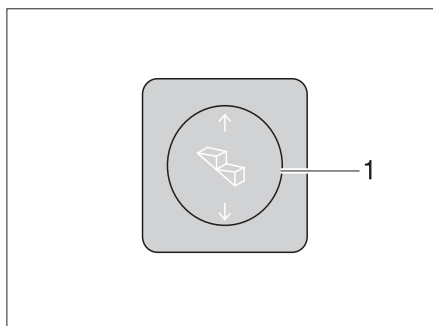

Fig. 1 Interruttore di comando scalino di ingresso
- Premere in basso l'interruttore a bilico (Fig. 1,1) fino a che lo scalino di ingresso è stato completamente estratto.
- Premere in alto l'interruttore a bilico (Fig. 1,1) fino a che lo scalino di ingresso è completamente inserito.